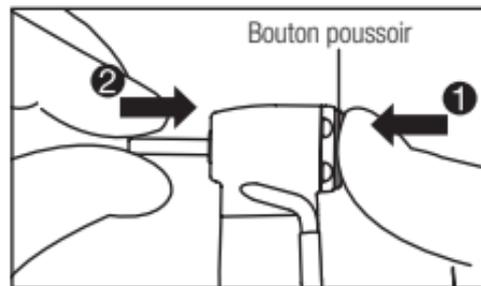

Fig. 3
- 1) Insérez la fraise dans le mandrin (Fig. 3).
- 2) Appuyez sur le bouton poussoir pour ouvrir le mandrin (❶).
- 3) Insérez complètement la fraise dans le mandrin jusqu'à ce qu'il s'arrête (❷) puis relâchez le bouton poussoir.